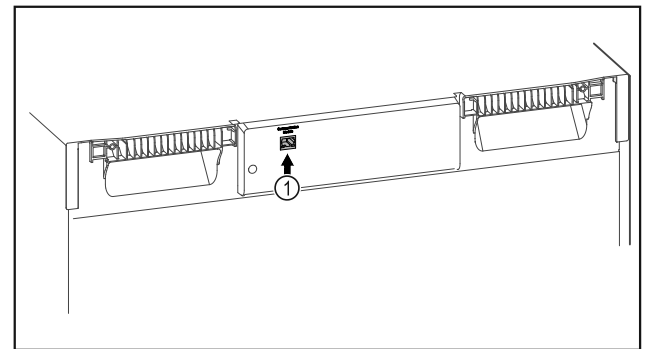

Fig. 102
- SmartModule Fig. 102 (1) er installert.